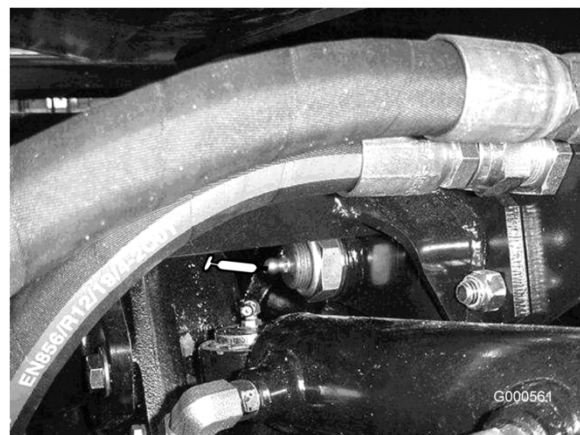

Figure 23
- Bagues de pivot d'essieu arrière (2) (Figure 23).